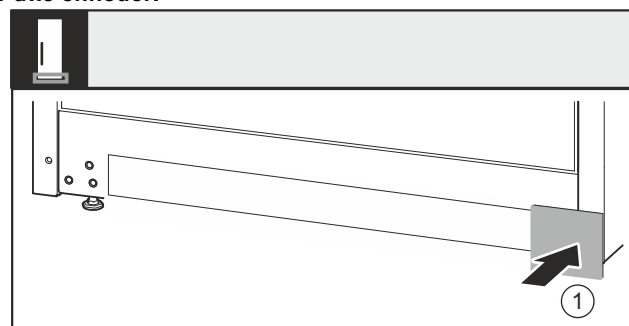

Fig. 38
- Påsæt afdækningen Fig. 38 (1) igen på den anden side.